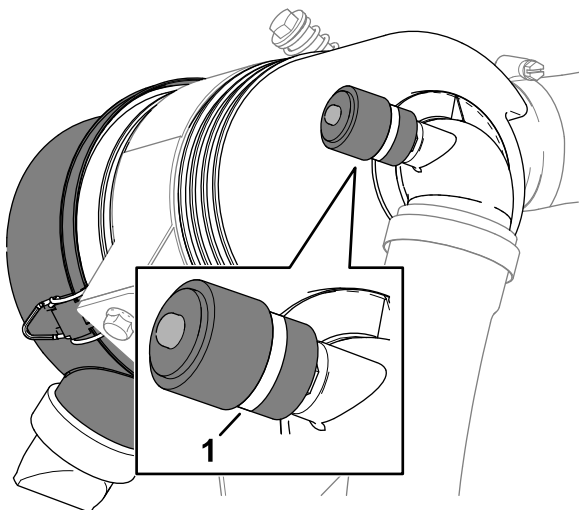

Figure 113
3. Vérifiez l'indicateur de colmatage au bout du boîtier de filtre à air (Figure 113).